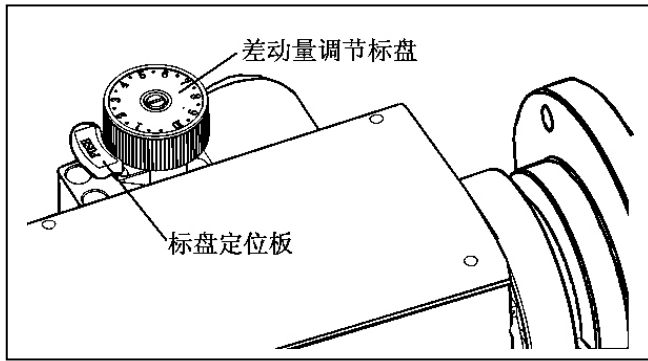
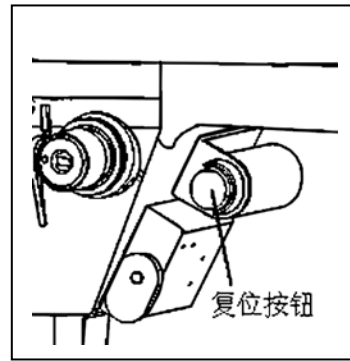

图 37
图 38
31、上差动装置的调节: (图 37、38)
- 1) 若调节差动量, 应先按下差动量复位按钮 (图38), 使上差动装置处在无缩缝状态下, 再压下图37所示的标盘定位板 “push” 时, 旋转差动量调节标盘。
32、缩缝的复位（图 38）